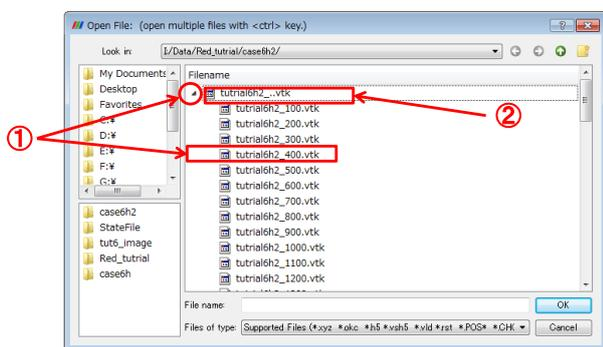

図 14 Open File のダイアログ画面
メニューバーの File→Open と選択すると図 14 のダイアログ画面が開き、ParaView で扱える
可視化ファイルの一覧が表示される。ファイル名を〇〇###.vtk (〇〇は共通の文字列で###は数字) とした場合、これら一連のファイルは〇〇..vtk という名称のツリー構造で表示される。ツリーを展開し、ファイル名を選択 (図 14①) すると、指定したファイルのみが読み込まれ、ツリーのトップにある〇〇..vtk を選択 (図 14②) すると、ツリーに含まれるファイル一式が読み込まれる。(アニメーションの作成を行う際には②の方法で読み込む)
図 14②の手順で読み込まれた一式のファイル群は時系列データとして扱われる。この場合、図 29 に示す VCR Controls (左) と Current Time Controls (右) の 2 つのツールバーによって表示するフレームを指定することになる。また、時系列データで読み込んだ場合には、コンター図やベクトル分布図、流線図をアニメーションファイルとして保存することもできる。メニューバーの File→Save Animation を選択すると、図 30 のダイアログ画面が表示され、フレームレートや解像度等を設定し、AVI 形式で動画ファイルが作成される。